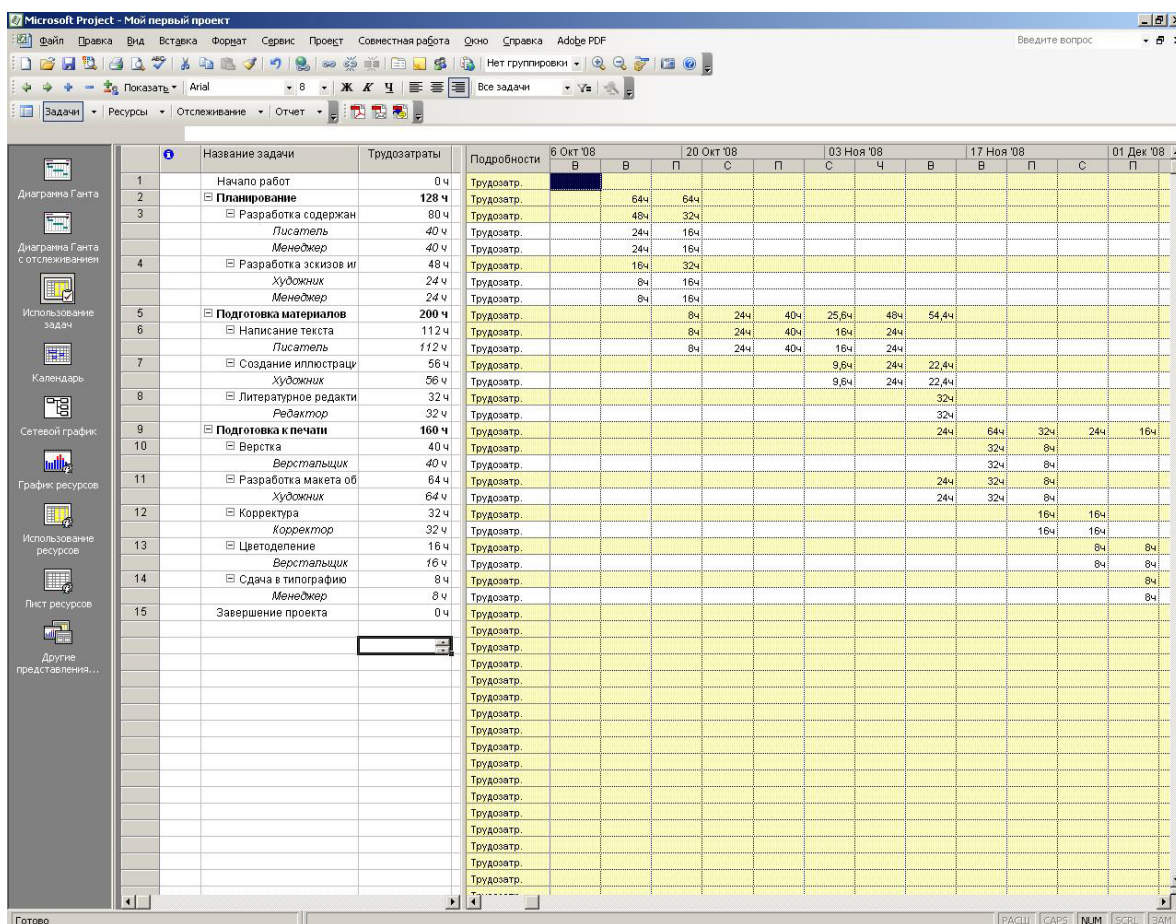

Рис. 2.40. Режим использования работ (Task Usage)
- Нажмите кнопку **Task Usage** (Использование работ)  на панели режимов (**View Bar**). Проект будет представлен в режиме использования работ (**Task Usage**) (рис. 2.40).